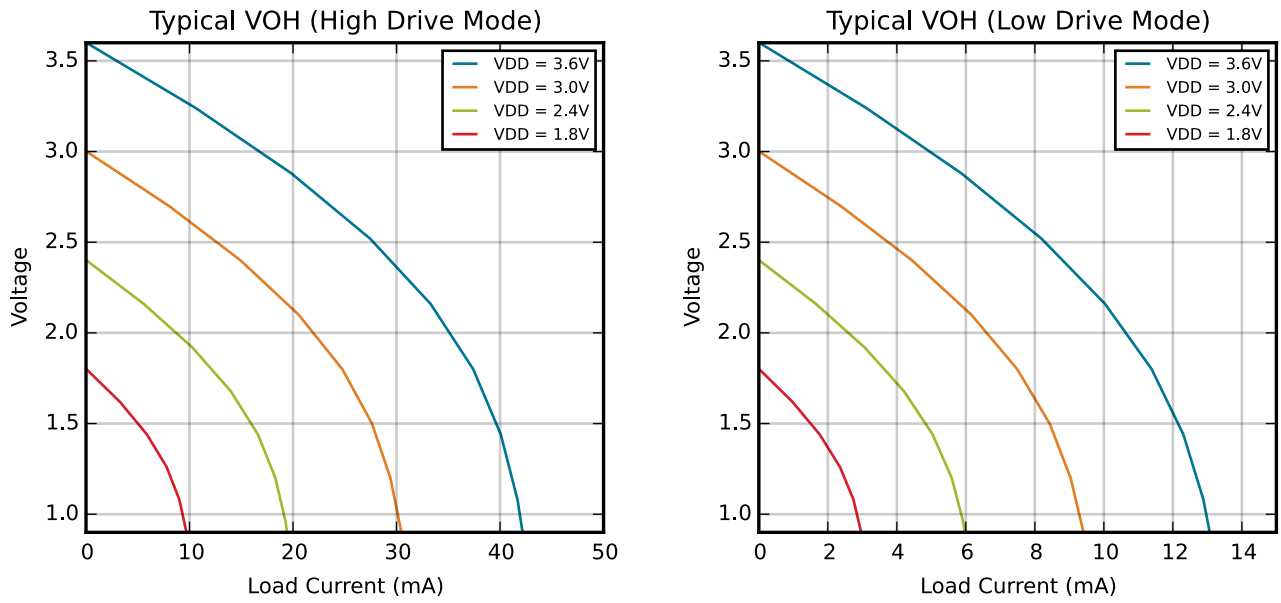
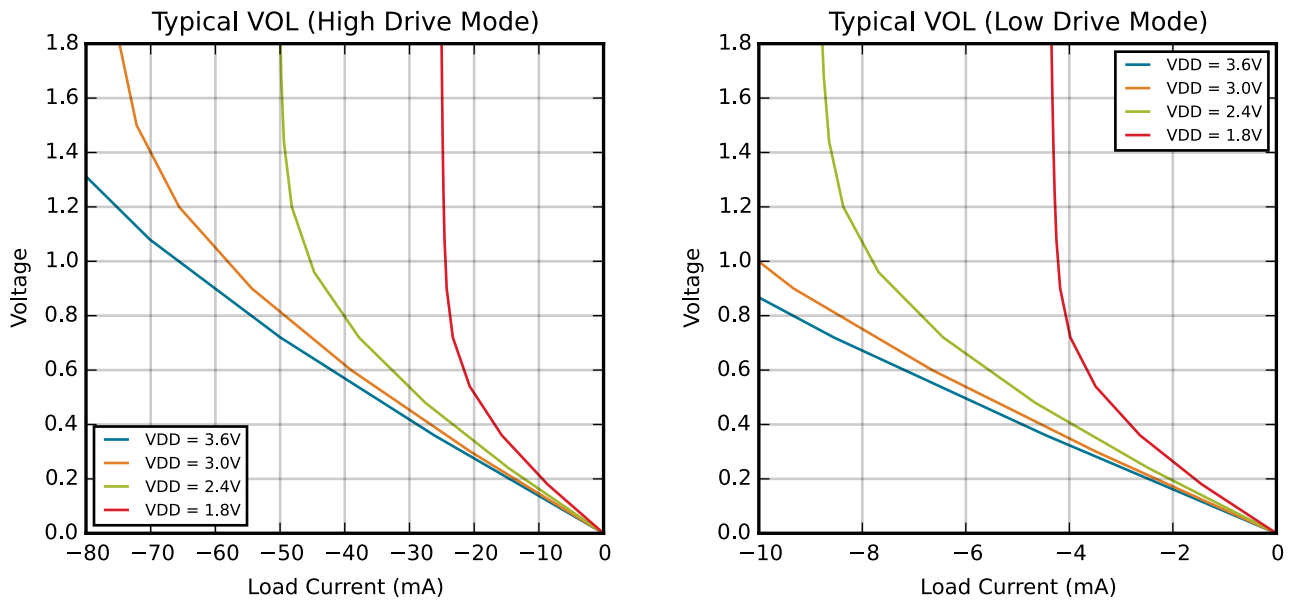

Figure 4.2. 常见 V_{OH} 曲线
Figure 4.3. 常见 V_{OL} 曲线
1. See Figure 4.2 常见 V_{OH} 曲线 on page 23 and Figure 4.3 常见 V_{OL} 曲线 on page 24 for more information.